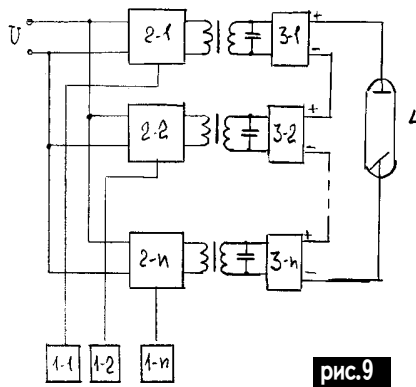

рис.9
**Зователями напряжения** описан в патенте США 5105351 (рис.9). Имеется набор преобразователей напряжения 2-1, 2-2, ..., 2-n, которые питаются от входного напряжения U. Высокочастотные сигналы подаются от генераторов 1-1, 1-2, ..., 1-n. Частота каждого генератора может быть различной. Вторичные обмотки трансформаторов нагружены на конденсаторы и образуют резонансные контуры. Выходные напряжения контуров выпрямляются выпрямителями 3-1, 3-2, ..., 3-n. Напряжения выпрямителей включаются последовательно для получения высоковольтного напряжения питания рентгеновской трубки 4.